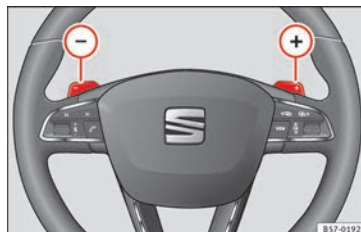

Fig. 183 Volant : palettes pour boîte automatique.
- Appuyez sur la plaquette  pour passer une vitesse supérieure » **fig. 183.**